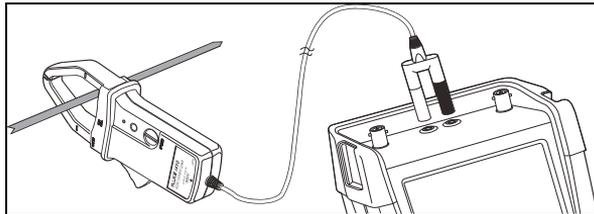

Figura 16. Configuración de medición
- 1 Conecte una sonda amperimétrica (p. ej., Fluke 024-74, opcional) desde las salidas de clavija banana de 4 mm al conductor que desee medir. Asegúrese de que los conectores rojo y negro de la sonda se correspondan con las entradas roja y negra de la clavija banana. (Consulte la Figura 16).